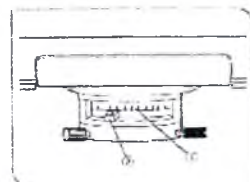

Рис. 23
(рис. 23)
Выровняйте рычаг апертурной ирисовой диафрагмы (2) со значением числовой апертуры (NA) (1) на шкале. Значение шкалы должно соответствовать номеру NA, выгравированному на объективе. Так как рычаг апертурной ирисовой диафрагмы имеет определенную ширину, выравнивать его со значением шкалы следует по центральной линии, выгравированной на рычаге. При использовании объектива 100X полностью поверните рычаг апертурной ирисовой диафрагмы (2) на значение 0.9 на шкале (рис. 23).